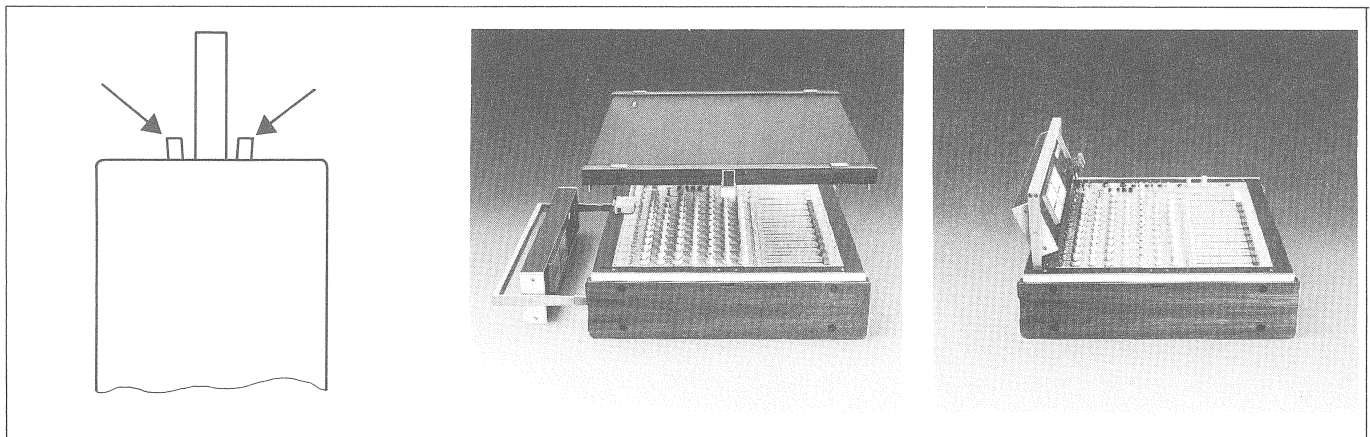

Fig. 2.1
- Auf jeder Seite die beiden Verriegelungshebel zusammendrücken (Fig. 2.1) und Instrumenten-Panel herausziehen.
- Press levers (see arrows) and remove meter panel (fig. 2.1).